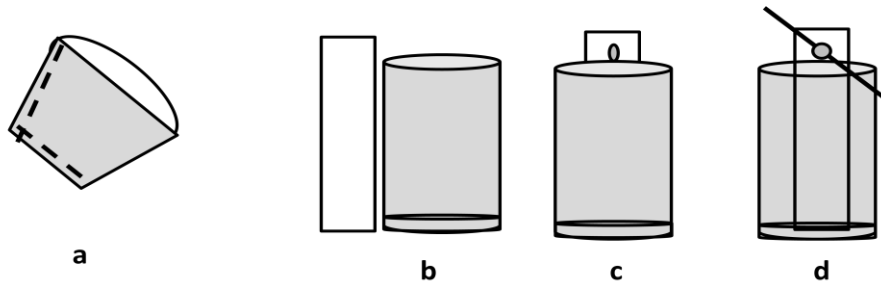

Figura 1
- Suspenda el papel en la solución y dejen que la mezcla de solvente suba. **Figura 1 d**.